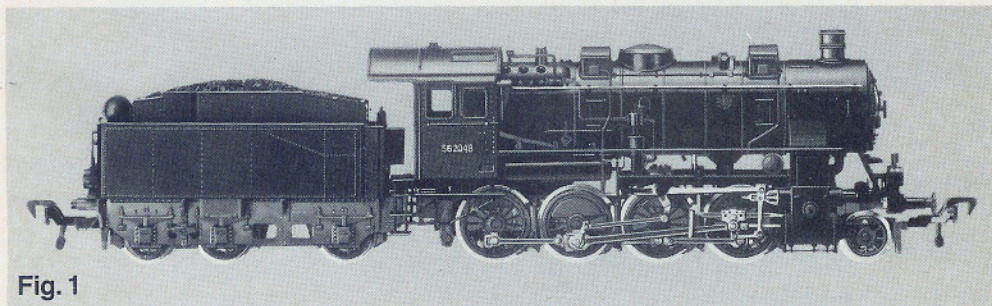

Fig. 1
Vorbild: Güterzuglokomotive BR 56²⁰⁻²⁹ (pr. G82). Von 1919 — 1928 wurden für die Preußische Staatsbahn (KPEV) und später für die Deutsche Reichsbahn Gesellschaft (DRG) 846 Lokomotiven der Baureihe pr. G82, bei der DRG als BR 56²⁰⁻²⁹ bezeichnet, von der Firma Henschel und anderen deutschen Lokomotiv-Fabriken gebaut. Andere europäische Bahnverwaltungen bezogen weitere 155 Stück dieser Maschinen. Als Bauart 1'Dh₂, Gattung G 45.17, hatte die Lok eine Reibungslast von 70 Mp. Bei einer Leistung von 1390 PSi konnte sie eine Höchstgeschwindigkeit von vorwärts 65 km/h und rückwärts 50 km/h fahren. Ihr Einsatzgebiet lag im Güternahverkehr und Personenzugdienst auf Haupt- und Nebenstrecken. Bei der Deutschen Bundesbahn (DB) war diese Baureihe bis 1959 im Einsatz. Die Deutsche Reichsbahn (DR) numerierte noch einige Loks auf Computer-Schlüsselzahlen um, musterte aber Anfang der 70er Jahre die letzten Loks aus (Fig. 1).
Prototype: Goods locomotive class 56²⁰⁻²⁹ (pr. G 8²). For the Prussian State Railways (KPEV) and later for the Deutsche Reichsbahn Gesellschaft (DRG), 846 locomotives of the Prussian class G 8², designated as class 56²⁰⁻²⁹ by the DRG, were built by the firm of Henschel and other German locomotive manufacturers between 1919 and 1928. Additionally other European railway companies took in a total of 155 of these locomotives. Built as a 2-8-0, type G 45.17 the loco developed 1390 Psi, giving a top forward speed of 65 km/h and 50 km/h backwards. Their duties included use on local goods traffic and passenger service on main lines. This class was in use by the Deutsche Bundesbahn (DB) until 1959. The Deutsche Reichsbahn (DR) numbered just a few locos using the computerised key numbering system, although the last locos were taken out of service at the beginning of the 1970's (fig. 1).
Modèle: Locomotive pour trains de marchandises BR 56²⁰⁻²⁹ (pr. G 8²). De 1919 à 1928, la firme Henschel et d'autres fabricants allemands de locomotives construisirent 246 machines de la série prussienne G 8² qui furent mises en service d'abord par les Chemins de Fer de l'Etat de Prusse (KPEV), ensuite par la Deutsche Reichsbahn Gesellschaft (DRG) avec pour la DRG une désignation BR 56²⁰⁻²⁹. D'autres organismes d'exploitation de chemins de fer européennes utilisèrent au total 155 locomotives de ce type. Du type 1'D h 2, série G 45.17, la locomotive avait une charge d'adhérence de 70 Mp et pouvait, avec une puissance de 1390 CV atteindre une vitesse de 65 km/h en marche avant et de 50 km/h en marche arrière. Elle assurait le service marchandises en service local et le trafic voyageurs sur certaines grandes lignes. La Deutsche Bundesbahn (DB) l'utilisa encore jusqu'en 1959. La Deutsche Reichsbahn (DR) numérotait encore quelques locos en code ordinaire, mais abandonna l'exploitation du matériel au début des années '70 (fig. 1).
Voorbeeld: Goederentreinlocomotief Baureihe 56²⁰⁻²⁹ (pr. G 8²). Tussen 1919 en 1928 werden door Henschel en enkele andere Duitse locomotiefabrieken 846 locomotieven van de Baureihe G 8² gebouwd. Ze waren bestemd voor de Pruisische staatspoorwegen (KPEV) en de Deutsche Reichsbahn Gesellschaft (DRG) en kregen later de serienummering 56²⁰⁻²⁹. Ook andere Europese spoorwegmaatschappijen bestelden samen 155 stuks van dit loctype. De locomotieven hadden de asopstelling 1'D h2, ook bekend onder de afkorting G 45.17. De loc had een adhesiegewicht van 70 Mp en haalde bij een vermogen van 1390 PSI een snelheid van 65 km/h; achteruit reed de loc maximaal 55 km/u. De machines werden ingezet voor goederentreinen, maar reden ook op de hoofdlijnen wel reizigerstreinen. Bij de Deutsche Bundesbahn hebben de 56²ers nog tot 1959 dienst gedaan. De Deutsche Reichsbahn in de DDR liet ze nog iets langer rijden, zodat ze nog een computernummer kregen ook. De DR stuurde ze echter ook al snel na 1970 naar de sloper (fig. 1).
Modello: Locomotiva BR 56²⁰⁻²⁹ (pr. G 8²). Tra il 1919 e il 1928 furono costruite dalla ditta Henschel e altri fabbricanti tedeschi di locomotive, 846 locomotive della serie prussiana G 8² con il numero DRG BR 56²⁰⁻²⁹, per la ferrovia prussiana (KPEV) e in seguito per le ferrovie dell'ex impero tedesco (DRG). Anche altre compagnie europee ordinarono 155 pezzi di questa locomotiva. Serie 1'D h2 — Gruppo G 45.17, aveva una forza d'attrito di 70 Mp con una potenza di 1390 PSI, velocità 65 Km avanti, 50 Km indietro. Veniva utilizzata per trasporti merci e passeggeri sulle linee principali. Le DR numerarono ancora alcune locomotive con un numero d'indice del computer, le ultime locomotive furono poi messe a riposo agli inizi degli anni '70 (fig. 1).